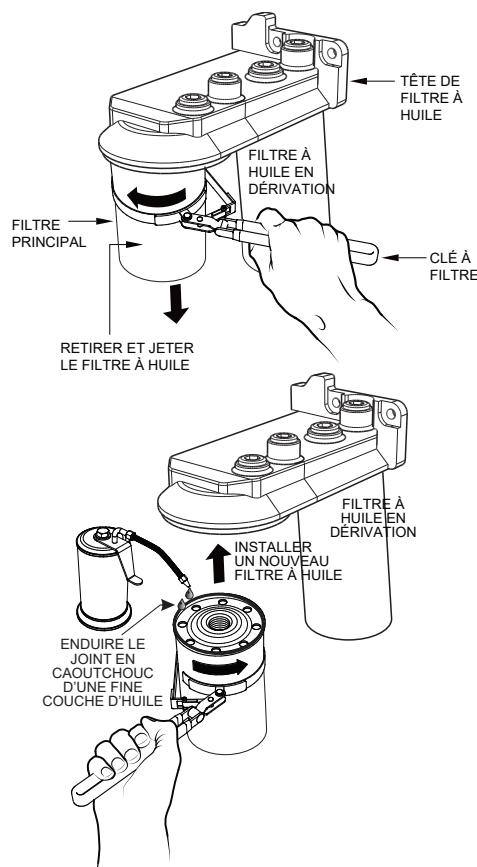

Figure 67. Remplacement du filtre à huile
1. Nettoyez la zone autour de la **tête du filtre à huile** (Figure 67).
2. À l'aide d'une **clé à filtre à huile**, retirez le **filtre à huile du moteur** (Figure 67).
3. Enduisez la surface du joint en caoutchouc (joint d'étanchéité) du nouveau filtre à huile d'huile moteur 15W-40 propre (Figure 67).